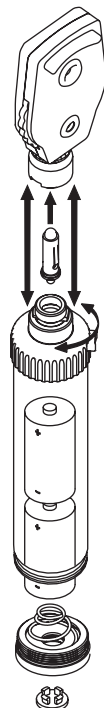

Fig. 2
Vérifiez régulièrement l'état des piles, en vous assurant qu'il n'existe aucun signe de corrosion ou d'oxydation. S'il est nécessaire de les remplacer, il est fortement recommandé d'utiliser de nouvelles piles alcalines. Pour le remplacement des piles voir fig.2.
Retirez la tête de l'ophtalmoscope tel que recommandé dans le mode d'emploi (Voir fig.2).
- Une fois ouvert, insérez les piles en respectant les polarités (voir fig.2).